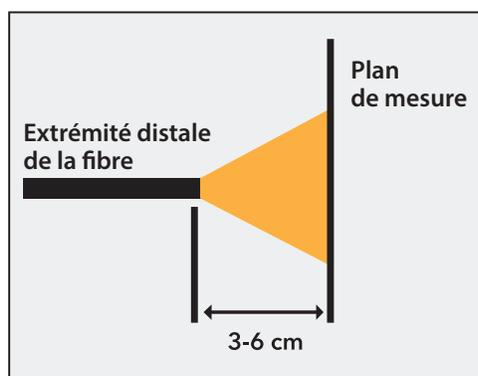

Figure 5
4. Positionner le mesureur d'énergie ou de puissance devant et parallèlement à la face distale de la fibre d'essai définissant le plan de mesure, comme illustré (voir figure 5). Veiller à ne pas placer l'extrémité de la fibre trop près de la sonde du mesureur d'énergie ou de puissance car la densité d'énergie peut endommager la surface sensible du détecteur.